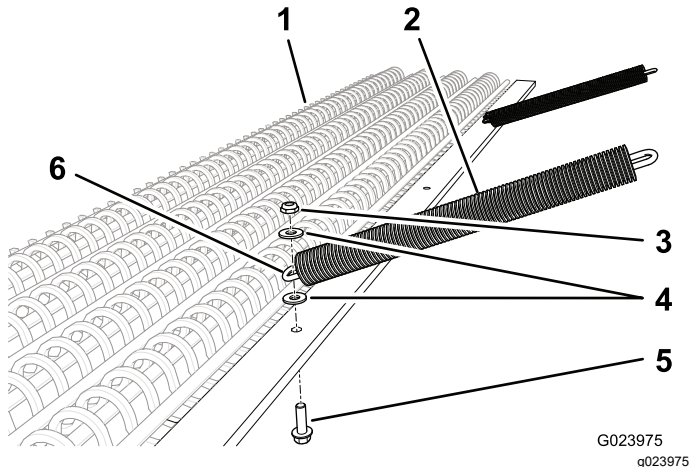

Bild 2
1. Schieben Sie einen Kettenmantel über jede Kette (Bild 2).
3. Befestigen Sie die Kette mit einer Schraube (3/8" x 1-1/4"), zwei Scheiben und einer Sicherungsmutter an der Schleppmatte, siehe Bild 2.